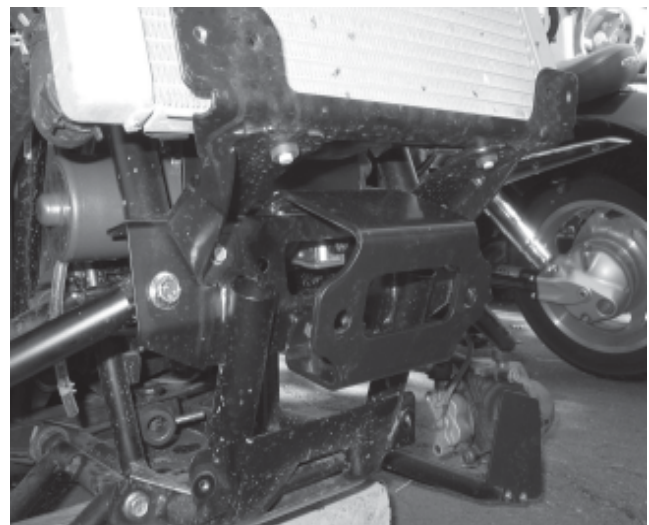

Figure 6
7. Serrez toutes les attaches à cette étape de l'installation en respectant les spécifications de couple; voir la Figure 6, qui indique les bons emplacements des supports, avant de remettre en position le pare-chocs avant.